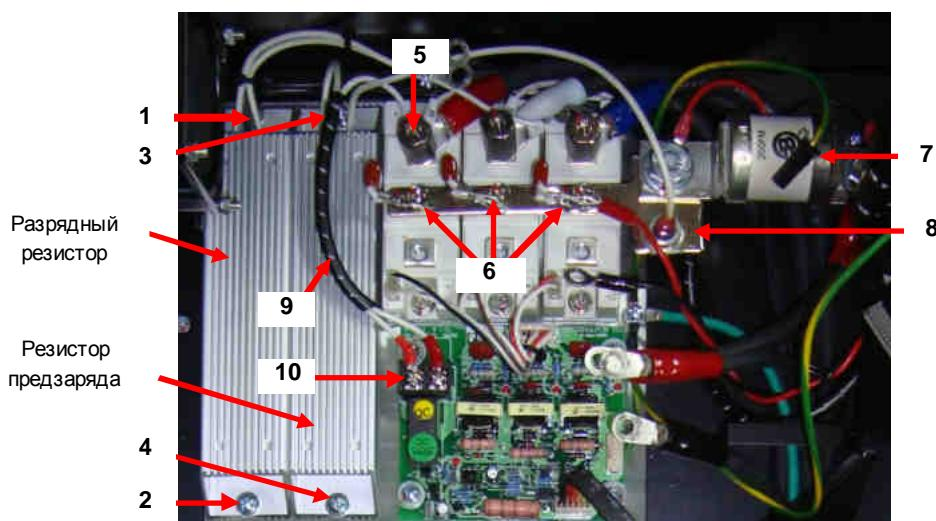

Рис. 7.12. Расположение разрядного резистора и цепи предзаряда.
7.12.2. Наклеить нижнюю наклейку на «шину +» ЗПТ так, чтобы совпадали соответствующие отверстия в шине и прокладке, показанные стрелками на рис.7.12.